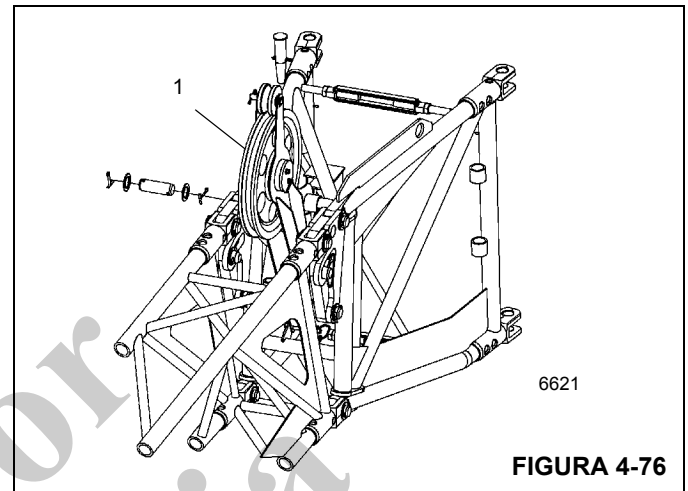

FIGURA 4-76
En la sección de 33 pies (10.1 m) hay una polea deflectora en la parte trasera (1) (Figura 4-76). Despliegue la polea deflectora para usar la máquina con la extensión articulada de 33 pies o de 56 pies descentrada 20 ó 40 grados.